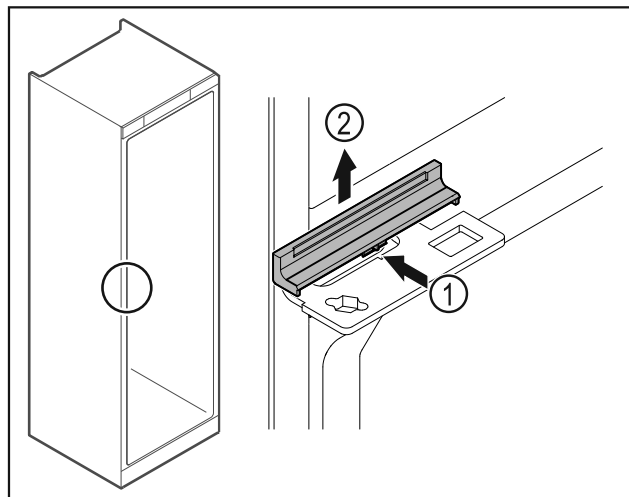

Fig. 42
- ▶ Kryt Fig. 42 (1) uprostřed mírně stiskněte a vyjměte směrem nahoru Fig. 42 (2).